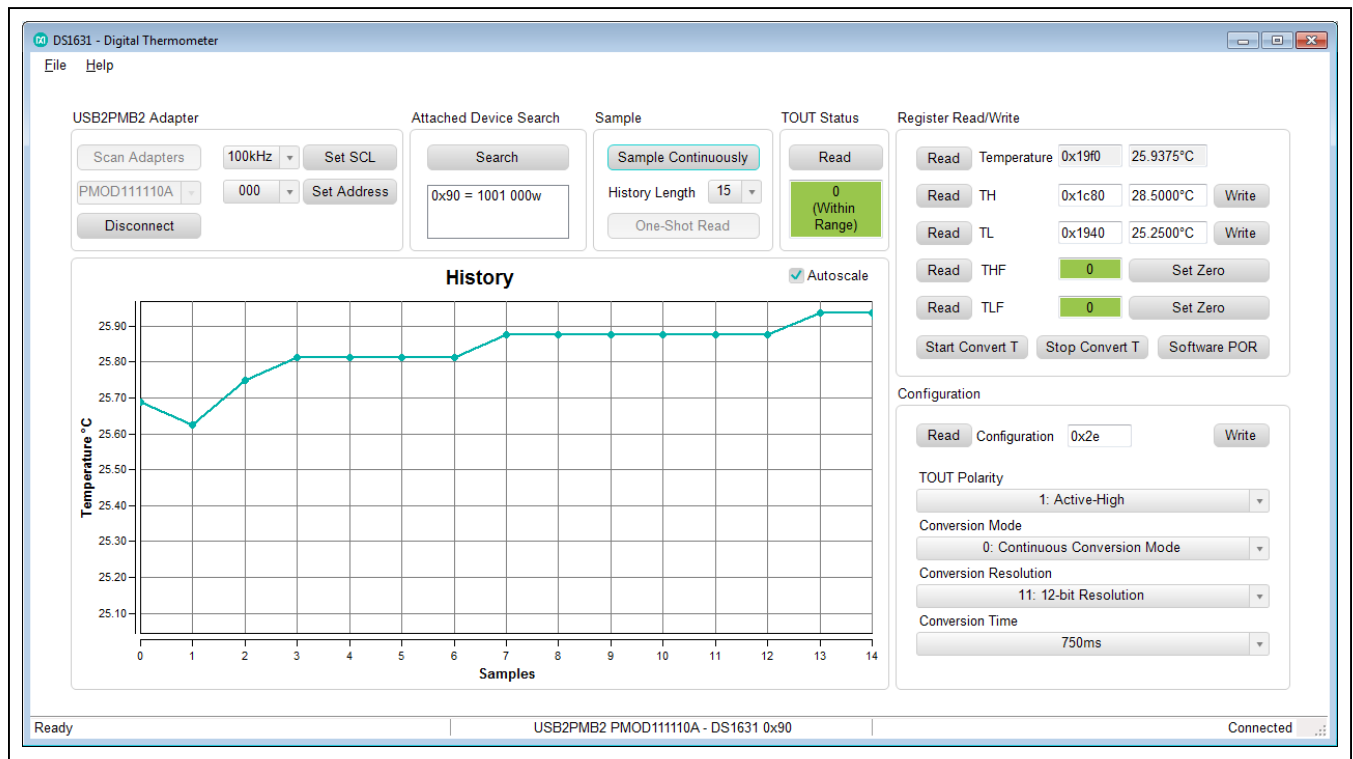

Figure 1. DS1631 EV Kit Main Window
- 5) Open the EV kit GUI, DS1631EVKit.exe (Figure 1).